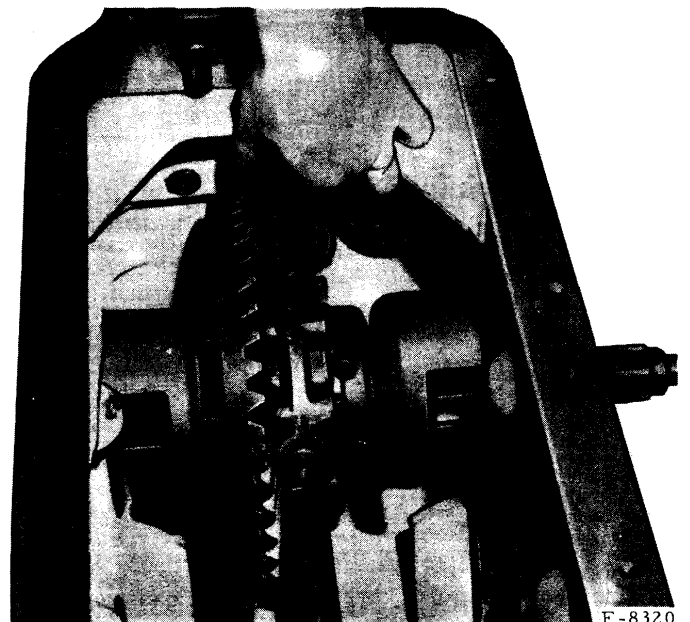

Fig. 47. — Positionnement du pignon conique. Passage de la pige.
3. - Positionnez le pignon conique par rapport à la couronne (fig. 47)